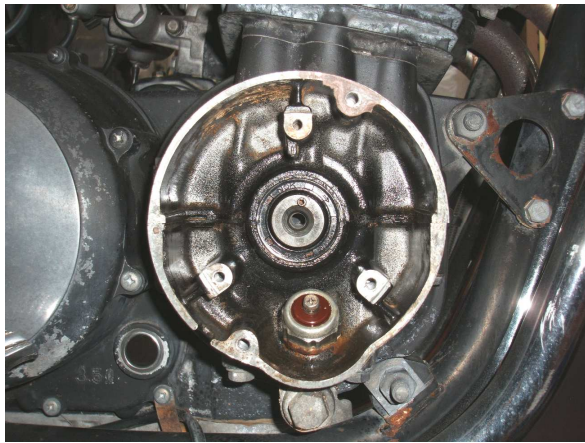

図1、ガバナを外した状態
- ①エンジン右ポイントカバーを外し、ノーマルピックアップコイル、及びガバナーを外して下さい(図1)。